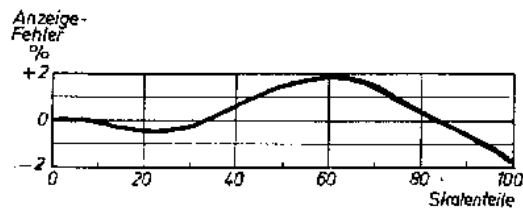

Abb. 3
3. Linearität der Anzeige. Die Krümmung der Röhrenkennlinie bringt mit sich, daß trotz der starken Gegenkopplung in der Katodenleitung die Anzeige durch das Instrument nicht genau linear mit der angelegten Meßspannung verläuft. Bei sehr hohen Ansprüchen an die Genauigkeit kann die Skala individuell geeicht werden. Wir haben einen praktischen Kompromiß geschlossen, bei dem die Abweichung von der Linearität 2% nicht übersteigt: Abb.3 zeigt, wie groß an jeder Stelle die Abweichung von der linearen Skala des Drehspulinstrumentes ist. Zu dieser Linearisierung trägt vor allem die Gegenkopplung in jedem Katodenzweig (Widerstand etwa 15 % des Anodenwiderstandes) bei.
G e n a u i g k e i t : Die bereits gezeigte Kurve Abb.3 gibt den maximalen Fehler zu 2% an, wenn ein linear geeichtes Instrument benützt wird. Die Seriengeräte werden individuell in der Schaltung geeicht geliefert, wodurch der Fehler auf unter 1% gedrückt wird. Es sei aber nochmals betont, daß gerade im Amateurbetrieb Fehler von über 5% üblich und zulässig sind.